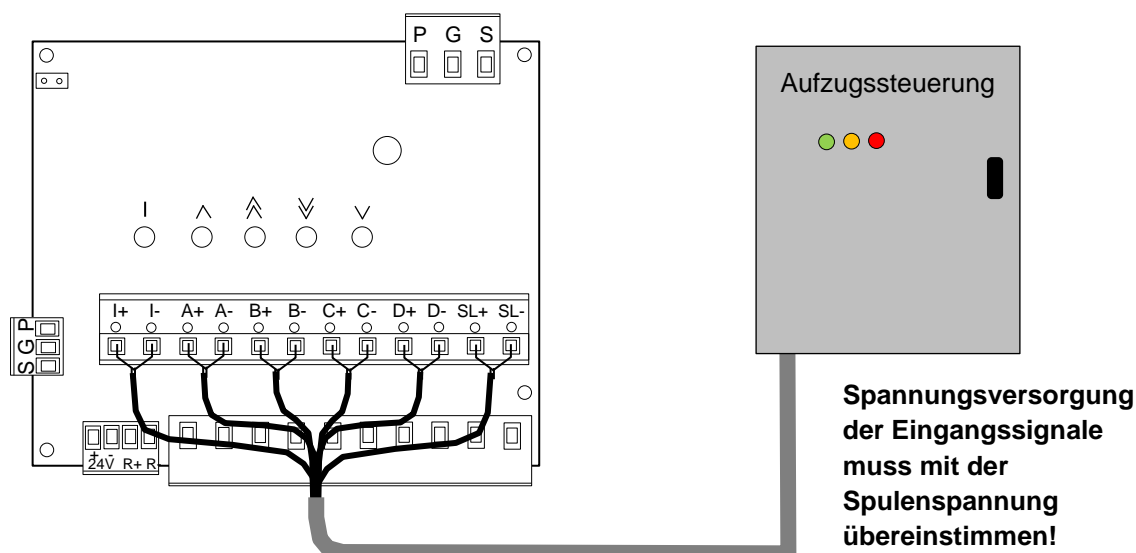

Abbildung 3.10: Verkabelung der PRO-HYDRO Karte mit der Steuerung
- 5- Siehe folgende Tabelle und Abbildung 3.10 für die Anschlüsse.